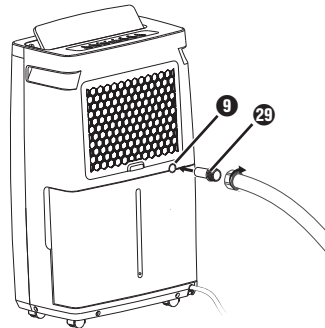

Abb. 4
- ◆ Schrauben Sie, bei Verwendung des EU-Gartenschlauchadapters **29**, nun einen Gartenschlauch auf den EU-Gartenschlauchadapter **29** (siehe Abbildung 4).